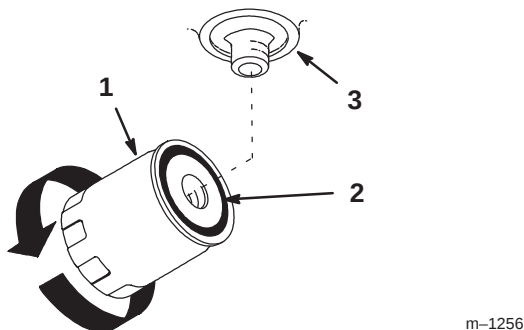

Figure 47
- Appliquez une fine couche de liquide hydraulique sur le joint en caoutchouc du filtre de rechange (Fig. 47).
- Tournez le filtre dans le sens horaire jusqu'à ce que le joint en caoutchouc touche l'adaptateur, puis donnez 1/2 tour supplémentaire (Fig. 47).